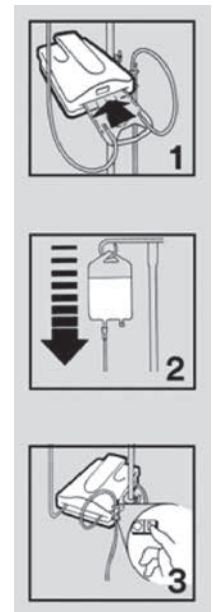

Figura 4
2. Far scorrere la cassetta nella fessura dell'unità riscaldante. La cassetta può essere inserita nel dispositivo in una sola direzione (vedere Figura 4, n.1).
3. Riempire il set riscaldante. Per maggiori informazioni sul riempimento del set, consultare le istruzioni fornite con i set riscaldanti (vedere Figura 4, n.2).
5. Collegare il cavo di alimentazione a una presa appropriata. Accendere l'unità (vedere Figura 4, n.3). In pochi secondi il display alfanumerico si illuminerà. Per riscaldare alla temperatura di riferimento di 41°C occorrono meno di due minuti.